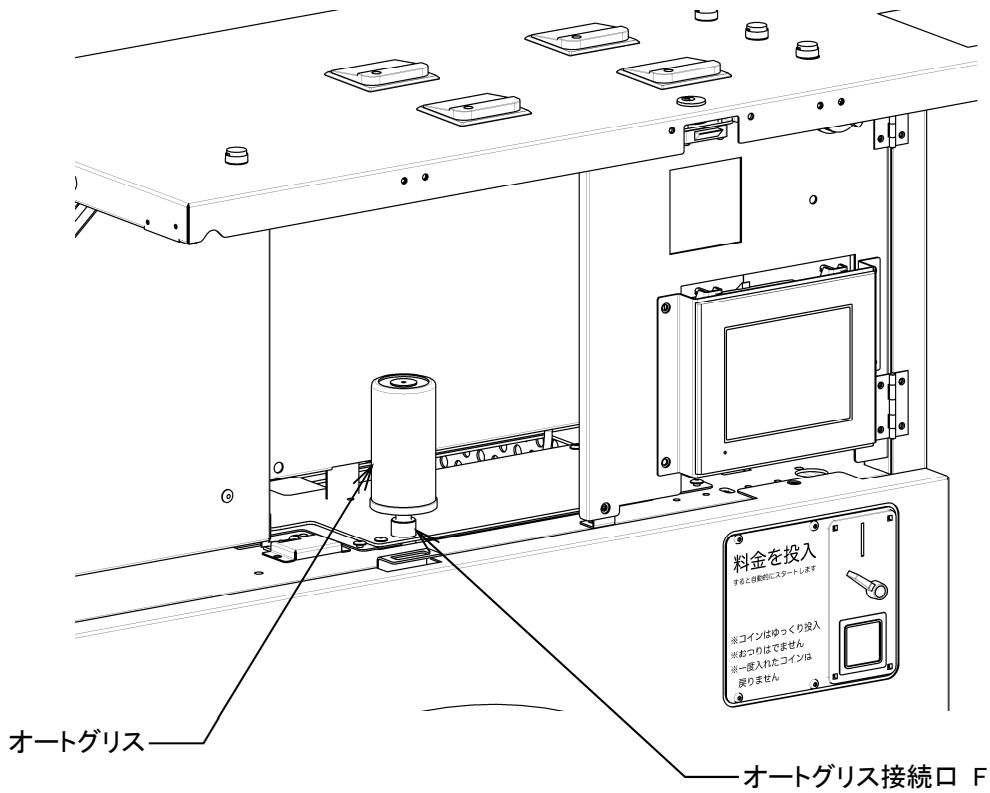

図 5-2
- ・付属品のオートグリスをオートグリス接続口 F に取り付けます。(図 5-2)